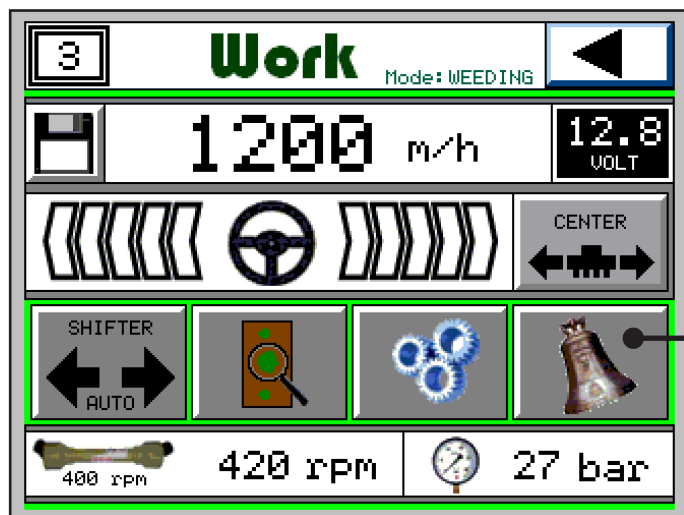

Fig. 1
When alarm activates, the background of the (H) button in the Work Menu (Fig. 1) becomes red
Lorsqu'il y a les conditions pour qu'une alarme se déclenche, la touche **(H)** du menu de travail **(Fig. 1)**